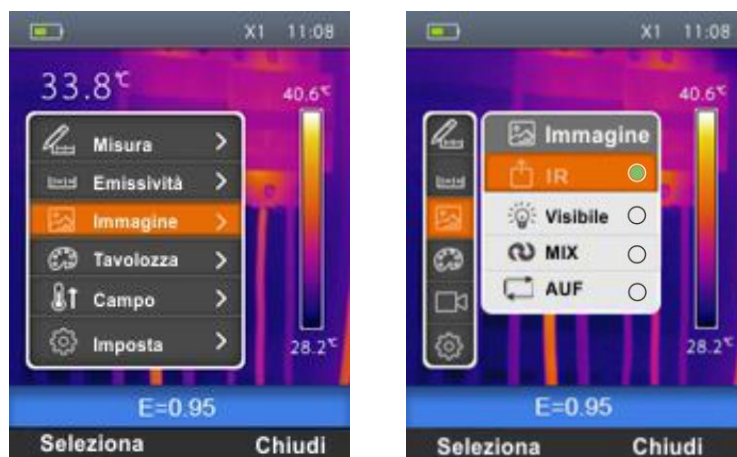

Fig. 22: Selezione visualizzazione dell’immagine
1. Selezionare la voce “Immagine.” con i tasti \oplus o \ominus e premere il tasto \Rightarrow . La videata di Fig. 22 – Parte destra è mostrata a display
Nella Fig.22 lo strumento mostra la visualizzazione con tavolozza “Ferro” (vedere 5.2.5) nei punti dell’immagine aventi temperatura compresa tra 22.0°C e 37.0°C e visibile nei punti esterni a tale intervallo.